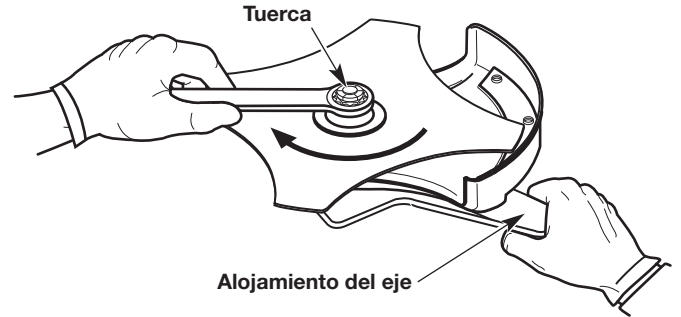

Fig. 10
3. Mantenga la varilla de seguridad en su lugar sujetando el otro extremo contra el alojamiento del eje (Fig. 10).
4. Mientras sostiene la varilla de seguridad en su lugar, afloje la tuerca girándola en el sentido de las agujas del reloj con una llave de tuercas (Fig. 10).